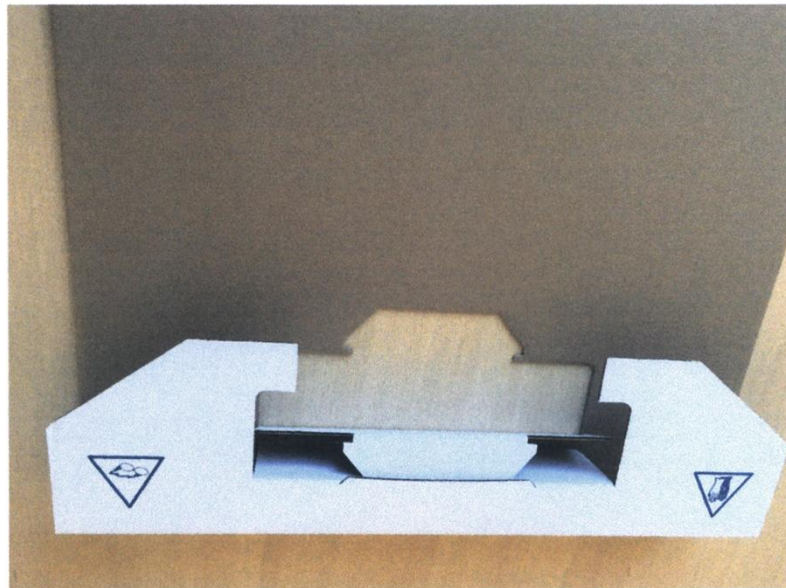

Fig. 3
- Fig. 3 przedstawia widok opakowania w drugim etapie zamykania;